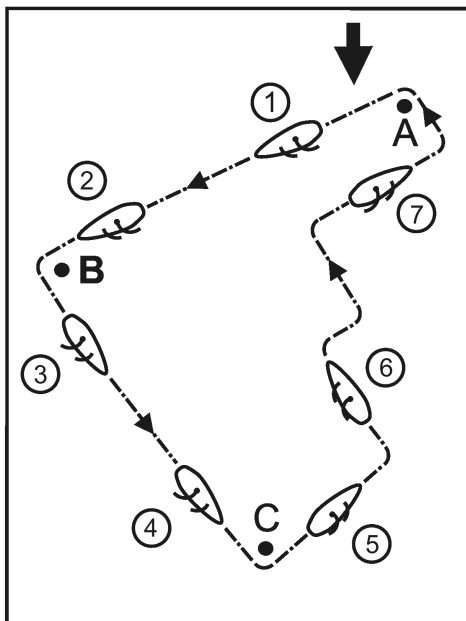

Figure 15
La figure 15 vous explique en quelques mots les principes de base des manœuvres des voiles pour une navigation en carré. Le chapitre Angle d'incidence des voiles par rapport au vent contient des informations utiles à ce propos.
Le démarrage se fait au point A avec un vent latéral d'env. 45° (voir la flèche pour la direction du vent). Le gouvernail est en position neutre. L'angle d'incidence des voiles s'élève à env. 20° (figure 15, n° 1).
Juste avant de modifier votre cours de 90° vers la gauche, au point de retournement B, vous devez « rabattre » légèrement les voiles (réduire l'angle dans le sens longitudinal du bateau). La gouverne se trouve alors toujours encore en position neutre (figure 15, n° 2).
Dès que le sens longitudinal du bateau est orienté vers le point C (figure 15, pos. 3), remettez la gouverne en position neutre. Pour une navigation optimale, vous pouvez encore une fois augmenter l'angle d'incidence des voiles jusqu'au prochain virage (rouvrir les voiles).
Juste avant de modifier votre cours de 90° vers la gauche, au point de retournement C, vous devez « rabattre » légèrement les voiles (réduire l'angle dans le sens longitudinal du bateau). La gouverne se trouve alors toujours encore en position neutre (figure 15, n° 4).
Dès que l'axe longitudinal du bateau (décalé latéralement) est orienté vers le point A (figure 15, n° 5), remettez la gouverne en position neutre. Pour une navigation plus performante, vous pouvez encore une fois augmenter l'angle d'incidence des voiles jusqu'au prochain virage (rouvrir les voiles). Veillez ce faisant à ce que les voiles ne tombent pas et ne vacillent pas.
Pour revenir au point de départ A, vous devez naviguer « dans le vent » en zigzag. Vous devez veiller, ce faisant, à ce que les voiles ne soient ouvertes qu'au point où elles ne tombent ni ne chancellent (figure 15, n° 6 et 7).